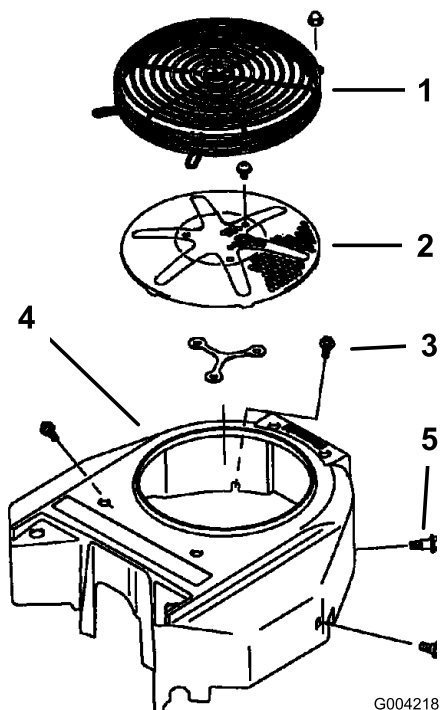

Bild 65
Entfernen Sie Schnittgut, Schmutz und andere Rückstände vor jedem Einsatz der Maschine vom Motorgitter. So gewährleisten Sie eine ausreichende Kühlung sowie die korrekte Motordrehzahl und reduzieren die Gefahr einer Überhitzung und mechanischer Motorschäden (Bild 65).
3. Entfernen Sie das Luftansauggitter, den Rücklaufstarter und das Lüftergehäuse (Bild 65).
5. Montieren Sie das Luftansauggitter, den Rücklaufstarter und das Lüftergehäuse (Bild 65).